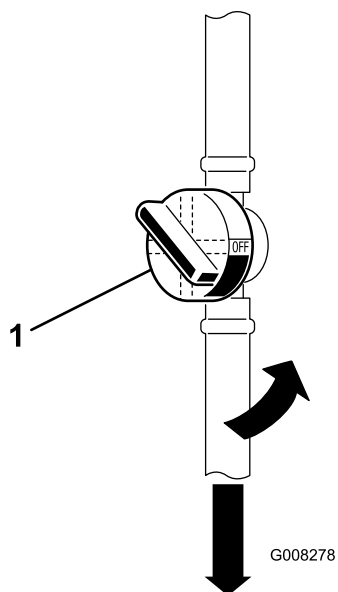

Figura 27
6. Chiudete la valvola di intercettazione del carburante (Figura 27).
7. Premete le estremità delle fascette stringitubo ed allontanatele dal vecchio filtro del carburante (Figura 27).